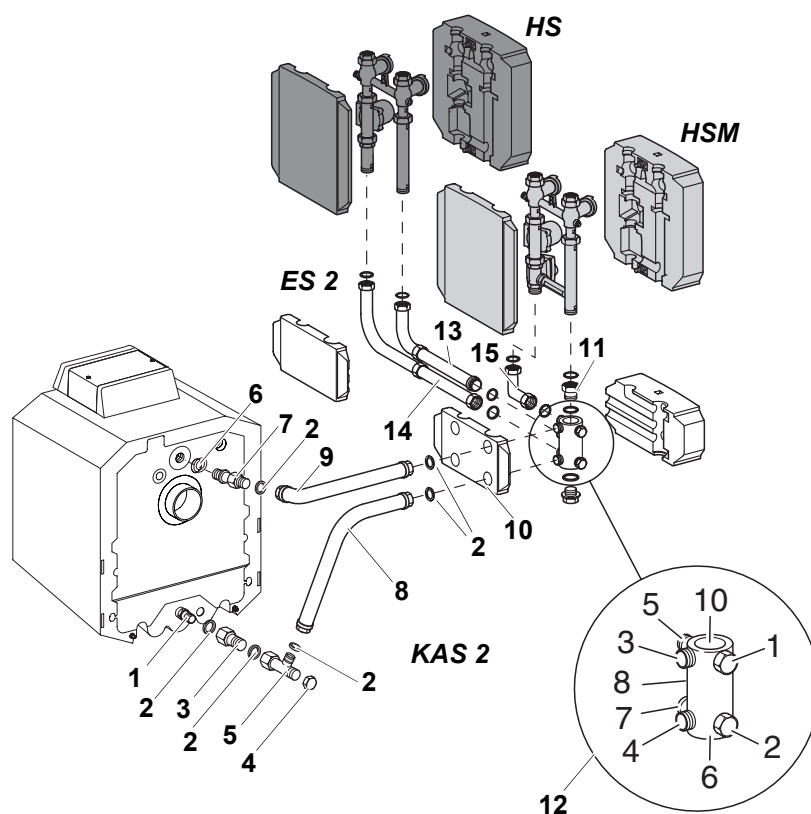

Рис. 9 Монтаж параллельно слева от котла
Нумерация штуцеров на встроенной многофункциональной гребенке должна обязательно соответствовать нумерации на рис. 9, иначе будут неправильно подключены подающая и обратная линии со стороны котла и со стороны отопительного контура!
- Уложить уплотнения в переходник (11) и в уголок (15).
- Привернуть комплект со смесителем (HSM) или без него (HS) в соответствии с рис. 9.